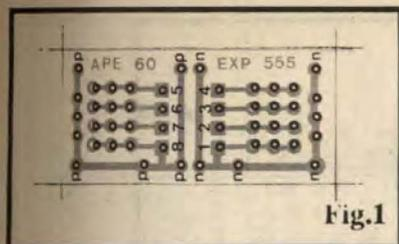

Fig.1
- **FIG. 1 - O LAY OUT (COBREADO) DA PLAQUINHA PADRÃO PARA O 555** - O arranjo de ilhas e pistas da plaquinha padrão exemplifica muito bem a organização de placas do gênero, ainda que maiores e bem mais complexas (algumas, encontráveis no varejo, permitem a inserção de *dezenas* de Integrados, com praticamente qualquer número de pinos, cada um...). O Leitor/Hobbysta verá, nas placas comerciais do gênero, quase sempre uma "repetição" ou uma "ampliação" do *lay out* agora mostrado... Convém ao iniciante observar a "lógica" do arranjo, com o conjunto mais central de ilhas destinado à recepção das "pernas" do Integrado (no caso, especificamente um 555, mas nas placas padronizadas genéricas podendo receber *qualquer* Integrado...), duas barras/pistas no contorno do *lay out*, também dotadas de várias ilhas, destinadas aos percursos e ligações da alimentação (inclusive já, eletricamente, conetadas aos respectivos pinos do hipotético 555...) e mais uma série de pequenas barras/trilhas cobreadas, cada uma delas contendo várias ilhas, em verdadeiros "prolongamentos elétricos" de cada pino do Integrado, para